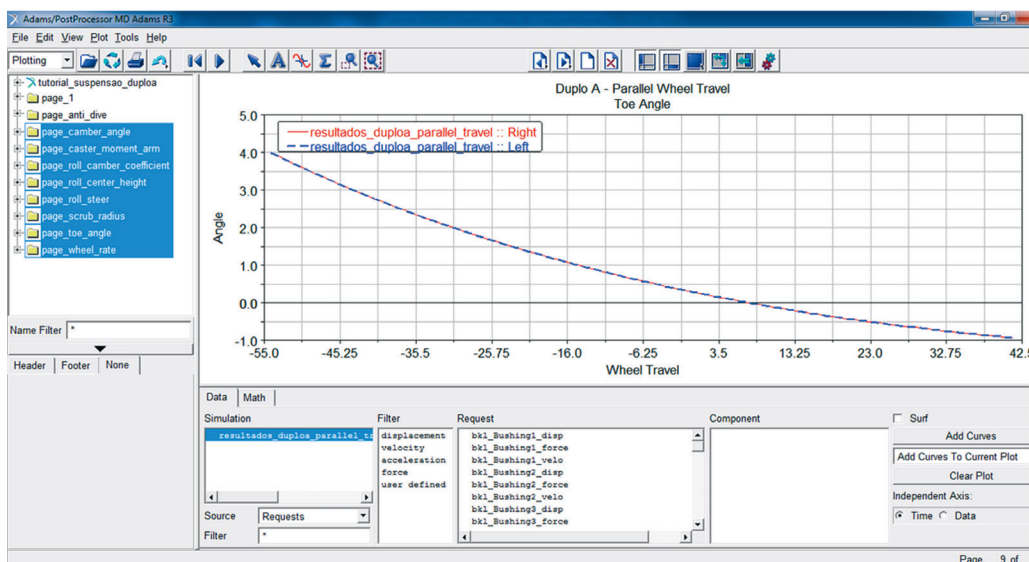

Figura 5.185 – Selecionando gráficos para serem apagados.
- Caso deseje apagar algum gráfico(s), selecione-o na árvore de diretórios – *Treeview* (à esquerda da tela), conforme ilustrado na Figura 5.185. Recomenda-se apagar individualmente cada gráfico. O atalho *Ctrl+X* também pode ser usado para executar a ação de excluir o gráfico.